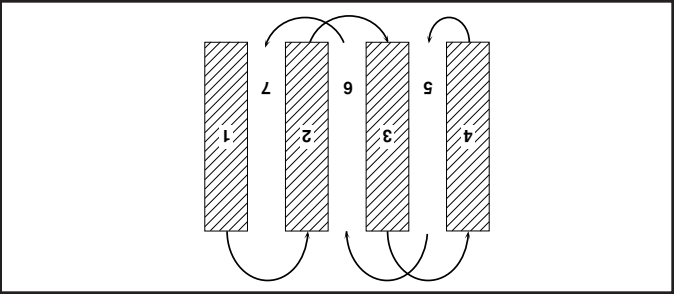

Fig. 15
- Vous trouverez le labourage beaucoup plus facile si vous laissez un sillon non bêché entre les passes. En ce temps-la retournez entre le rang de labourage (Voir la Fig. 15). Il y a deux raisons pour faire ceci. Premièrement, des virages larges sont beaucoup plus faciles à prendre que faire des demi-tours. Deuxièmement, la motobineuse ne vous entrainera pas vers le rang bêché qui est le plus proche.